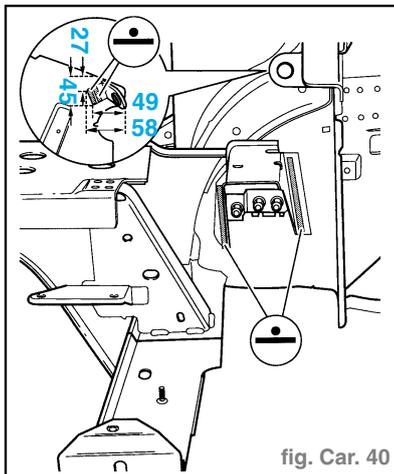

fig. Car. 40
- Souder le support de console de batterie à la pointeuse électrique (fig. Car. 40).